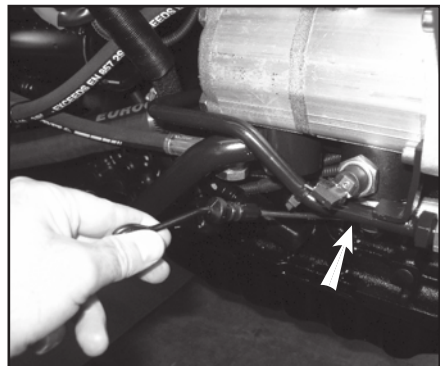

Abb. 6.8
- Das Hydrauliköl des hinteren Schaltgetriebes und die Filtrierelemente (152) und (153) auswechseln.
- Den Ölstand aller geschmierten Bauteile überprüfen (Abb. 6.8) und gegebenenfalls Öl des vorgeschriebenen Typs nachfüllen.